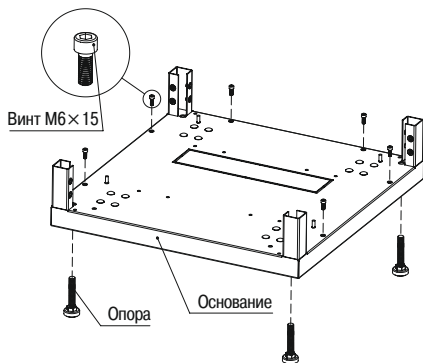

Рисунок 1 – Нижнее основание
3.1.1 Извлеките из первого места составные части изделия*. Установите на нижнее основание опоры и винты М5×16 (6 шт.) с цилиндрической головкой (рисунок 1).